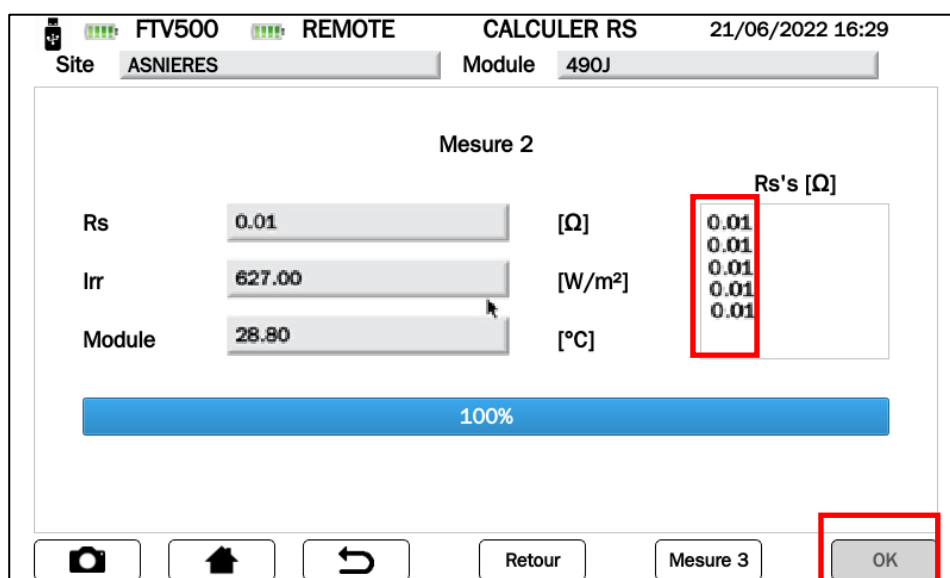

Figure 14.7.3-19 Mesure RS "x"
- **NOTE :** à partir de la mesure 2, et uniquement si le résultat est affiché en "Ω" dans la case "Rs", la touche OK sera activée (voir Figure 14.7.3-19), qui, si elle est enfoncée, effectuera automatiquement le " Courbe" essai IV "